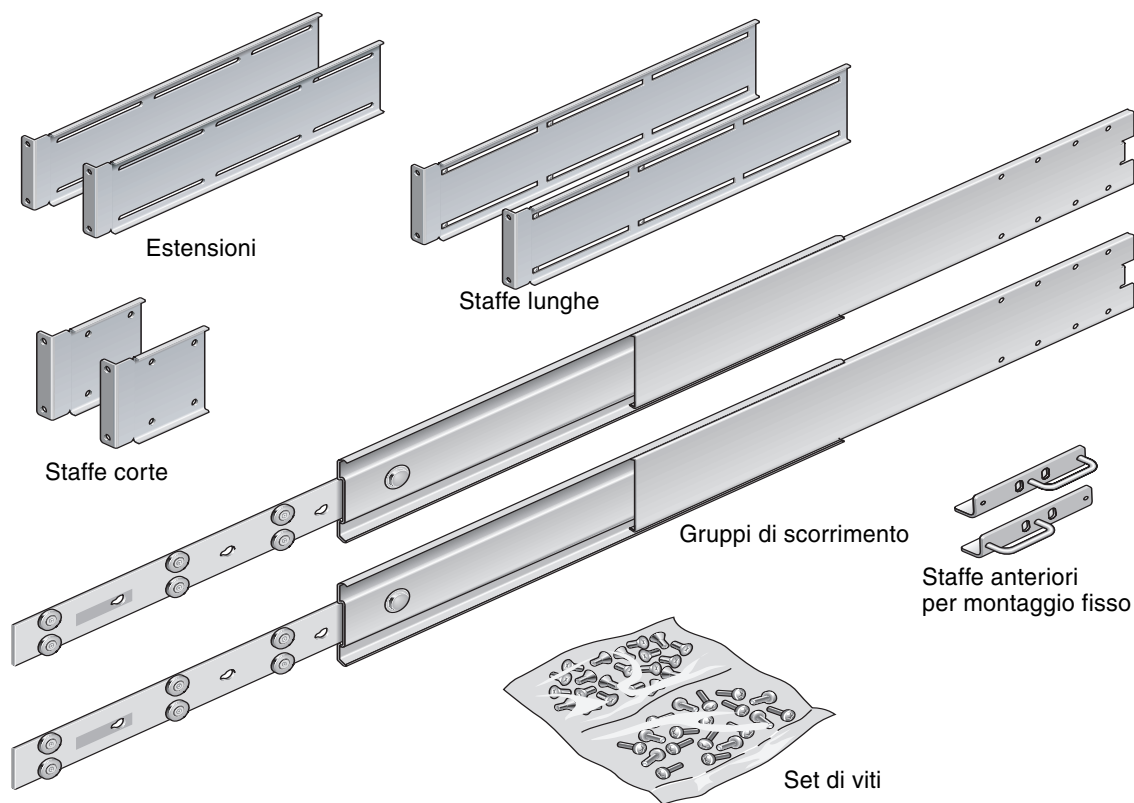

FIGURA 3-6 Contenuto del kit di montaggio su guide in rack da 19 pollici a 4 montanti
1. Prendere le staffe di montaggio e le viti a testa piatta Phillips M5 × 8 mm dal kit (FIGURA 3-6).
3. Prendere i gruppi di scorrimento Telco dal kit (FIGURA 3-6).
6. Prendere le staffe corte e le staffe lunghe dal kit di montaggio in rack (FIGURA 3-6).